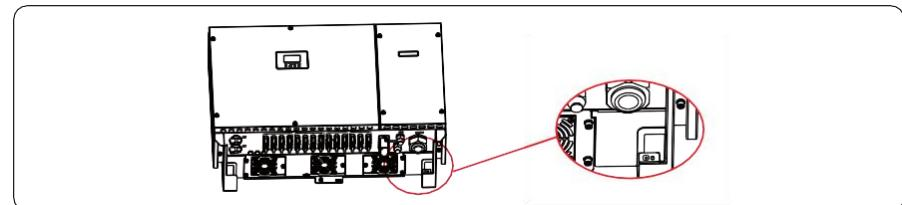

Figura 5.3 Fissaggio del cavo PGND
Step 3 Rimuovere le viti di messa a terra dai punti di messa a terra, fissare il cavo PGND (eseguito negli step 1 e 2) utilizzando i bulloni di messa a terra e serrare i bulloni a una coppia di 5 N•m utilizzando una chiave a tubo, come mostrato nella Figura 5.3. Il cavo PE deve essere ben messo a terra per garantire che l'impedenza tra il neutro e il cavo di messa a terra sia inferiore a 10Ohm.